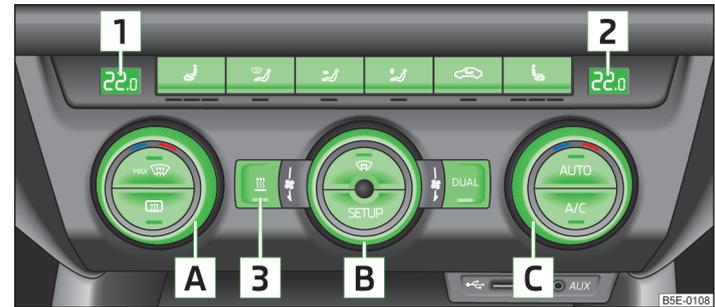

Abb. 86 Climatronic: Bedienelemente
- › Die Taste **AUTO** » Abb. 86 auf Seite 89 drücken.
- › **A/C** » Abb. 86 auf Seite 89 eingeschaltet.
### Funktionen der einzelnen Bedienelemente » Abb. 86:
- Die Temperatur mit den Drehreglern **A** und **C** » Abb. 86 auf Seite 89 zwischen +16 °C und +29 °C einstellen.
- Den Drehregler **A** » Abb. 86 auf Seite 89 nach links bzw. rechts drehen, um die Temperatur zu senken bzw. zu erhöhen.
- Den Drehregler **C** » Abb. 86 auf Seite 89 nach links bzw. rechts drehen, um die Temperatur zu senken bzw. zu erhöhen.
- Den Drehregler  » **Abb. 86** auf Seite 89 nach links bzw. rechts drehen, um die Gebläsedrehzahl zu senken bzw. zu erhöhen.
- Die Taste  » **Abb. 86** auf Seite 89 drücken.